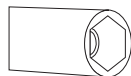

Figura 1
2. Para substituição do injetor, utilizar uma chave de fendas cuja ponta é como na figura 1.